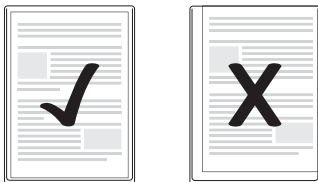

Fig. 1
- ▶ Certifique-se de que todas as margens do documento se situam a pelo menos dois milímetros de distância da margem do saco de película, como representado na fig. 1.
- ▶ Certifique-se de que todas as margens do documento se situam a pelo menos dois milímetros de distância da margem do saco de película, como representado na fig. 1 (ver pág. 36).